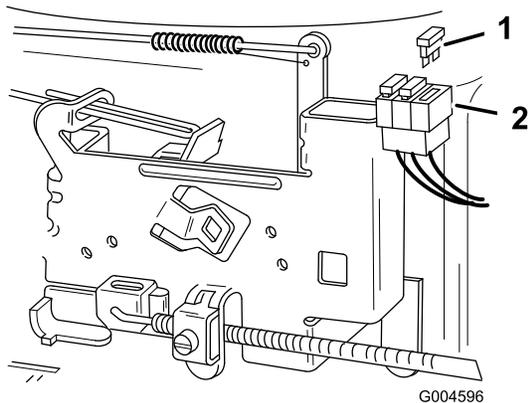

Figure 29
- Pour remplacer un fusible, tirez dessus pour le sortir de son emplacement (Figure 29).